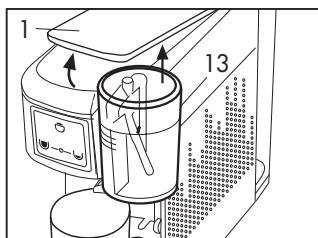
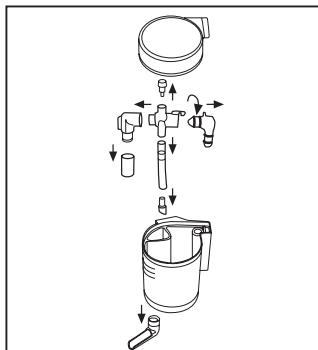

Fig. 16
Fig. 17
- Cuando empieza la dispensación del café dentro de 1 segundo pulse y mantenga presionada la tecla (C)  ; suelte la tecla (C) cuando se haya alcanzado la cantidad de café deseada, la máquina terminará la dispensación y la cantidad quedará almacenada para dispensaciones sucesivas.
Cada vez que se realiza la dispensación de la leche levante la palanca (1), retire y vacíe el vaso (13) enjuagando con cuidado. (**Fig. 16**) El vaso se puede desmontar y lavar en el lavavajillas extrayendo las diferentes piezas. (**Fig. 17**)